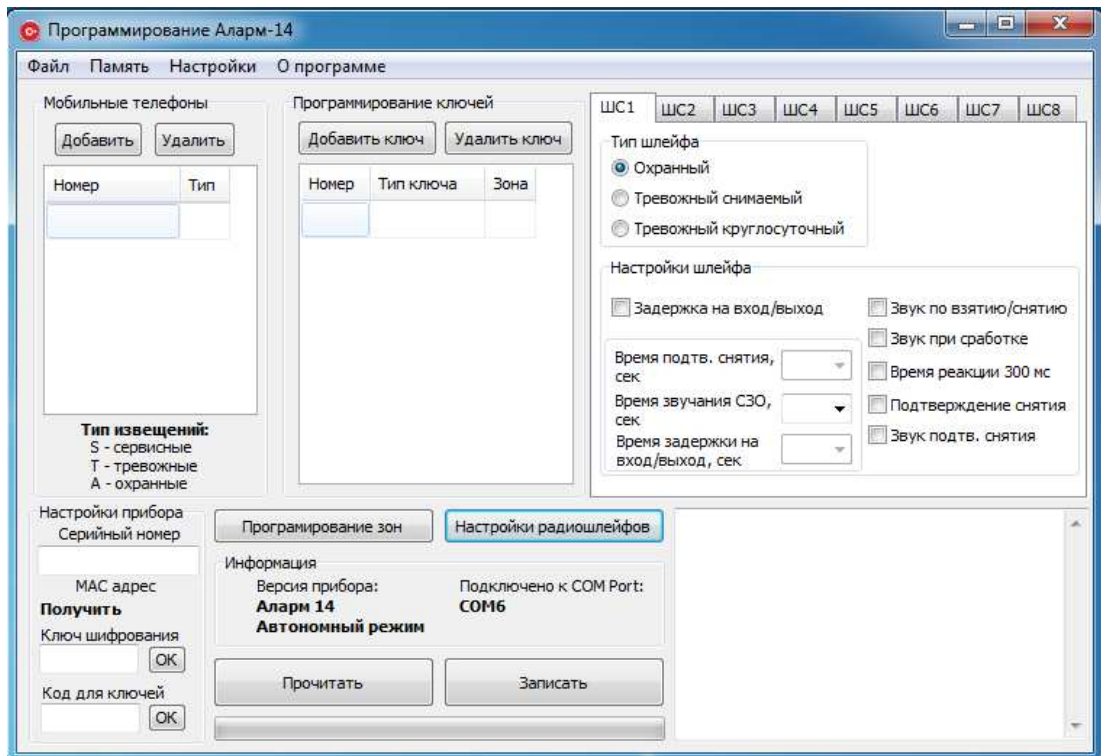
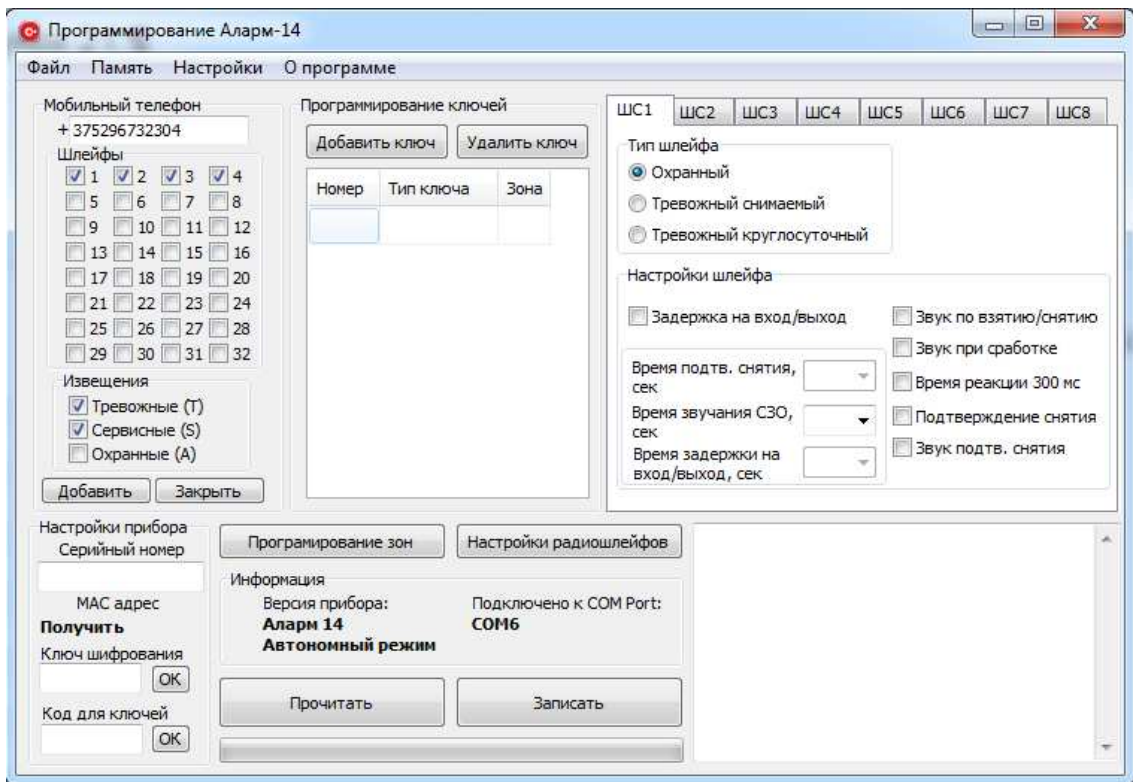

Рисунок 19.
Рисунок 20.
окно «Программирование Аларм-14» (рисунок 19):
4.3 Заполните поле «Серийный номер прибора» рисунок 19.
При необходимости использования ключей доступа защищенных АКБС.467369.002 в нескольких приборах необходимо ввести одинаковое число в поле «Код для ключей» (не более 8 цифр) в каждый прибор и нажать кнопку «ОК» (рисунок 19).
4.5 Для добавления номера мобильного телефона на вкладке "Мобильные телефоны" рисунок 19, нажмите кнопку «Добавить», в раскрывшемся окне, рисунок 20, введите номер мобильного телефона, отметьте шлейфы и тип извещений по которым будут формироваться SMS сообщения, нажмите кнопки "Добавить" и "Заккрыть".